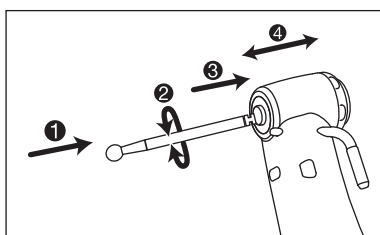

Fig. 1
- 1) Introduza a ponta/broca na cabeça (Fig. 1 ①).
- 2) Introduza e rode a ponta/broca ligeiramente até prender no mecanismo de engate (Fig. 1 ②).
- 3) Introduza a ponta/broca até prender com um clique (Fig. 1 ③).
- Depois de a ponta/broca estar posicionada, puxe-a um pouco para se certificar de que está presa (Fig. 1 ④).